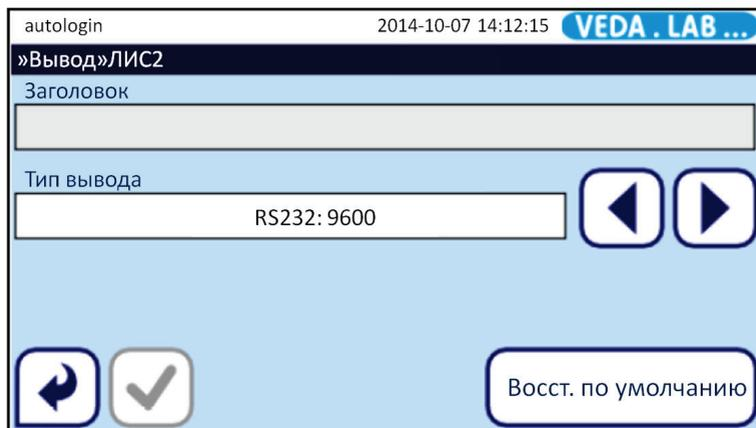

Рис. 46: Меню Передача>ЛИС2 (Transfer>LIS2)
- 3 В меню **Передача > LIS2 (Output > LIS2)** коснитесь текстового поля **Заголовок (Header)** для входа в меню (см. Рис. 46) и введите текст заголовка для передаваемых данных.